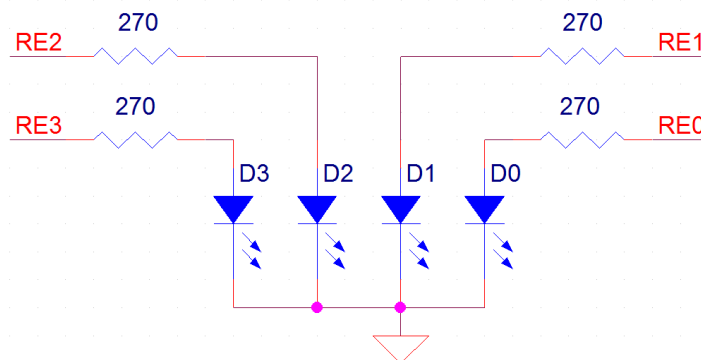
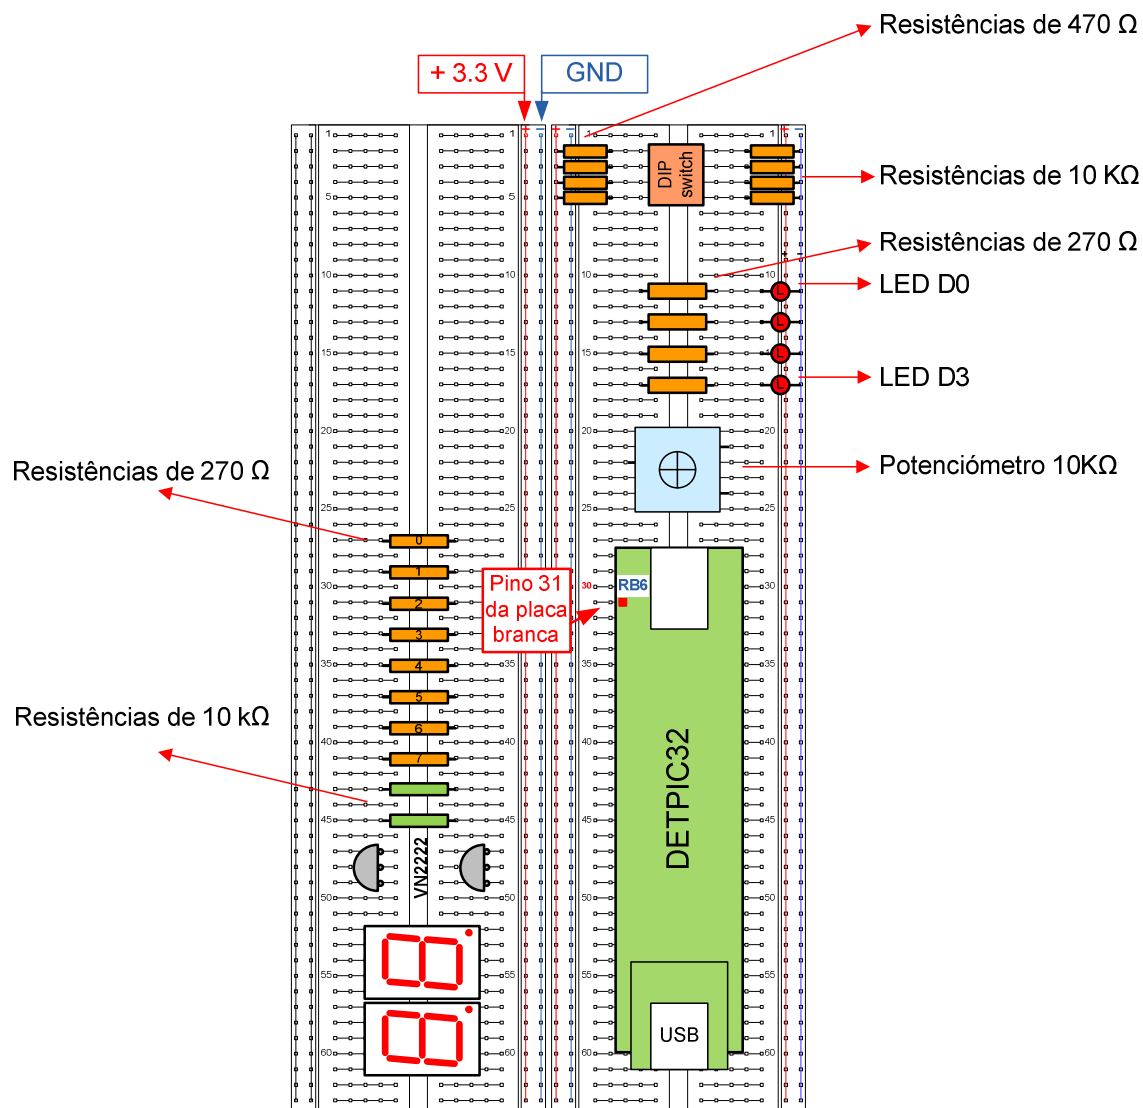
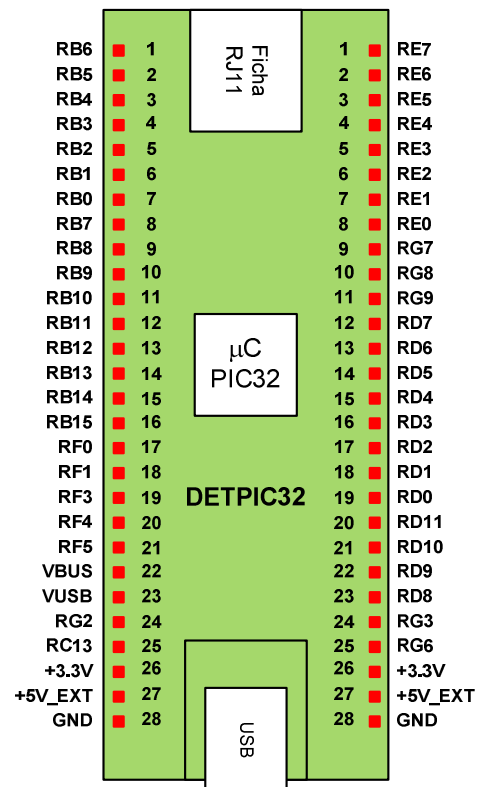

Figura 1. Ligação de 4 LEDs a portos do PIC32.
Figura 5. Sugestão de organização do espaço nas placas brancas.
Figura 6. Disposição dos pinos de ligação à placa branca no DETPIC32.
1. A Figura 1 apresenta a ligação de 4 LEDs a 4 portos do PIC32 (Porto E: **RE0**, **RE1**, **RE2** e **RE3**). Cada LED tem uma resistência em série que limita o valor da corrente que o atravessa. Para a polarização de um LED deste tipo, devemos usar um valor de corrente inferior a 10mA. O valor da corrente no LED é dado por $(3.3 - 1.5) / R$, em que 3.3V é o valor da tensão correspondente ao nível lógico '1' no porto e 1.5V é o valor aproximado da tensão aos terminais do LED quando este está no estado ON. Para uma resistência de 270Ω, a corrente é, aproximadamente, 6.7mA.
- a) Observe a sugestão de colocação dos componentes na placa branca fornecida na Figura 5 e a disposição dos portos na placa DETPIC32 fornecida na Figura 6 (em anexo). De seguida, monte na placa branca os componentes do esquema da Figura 1.